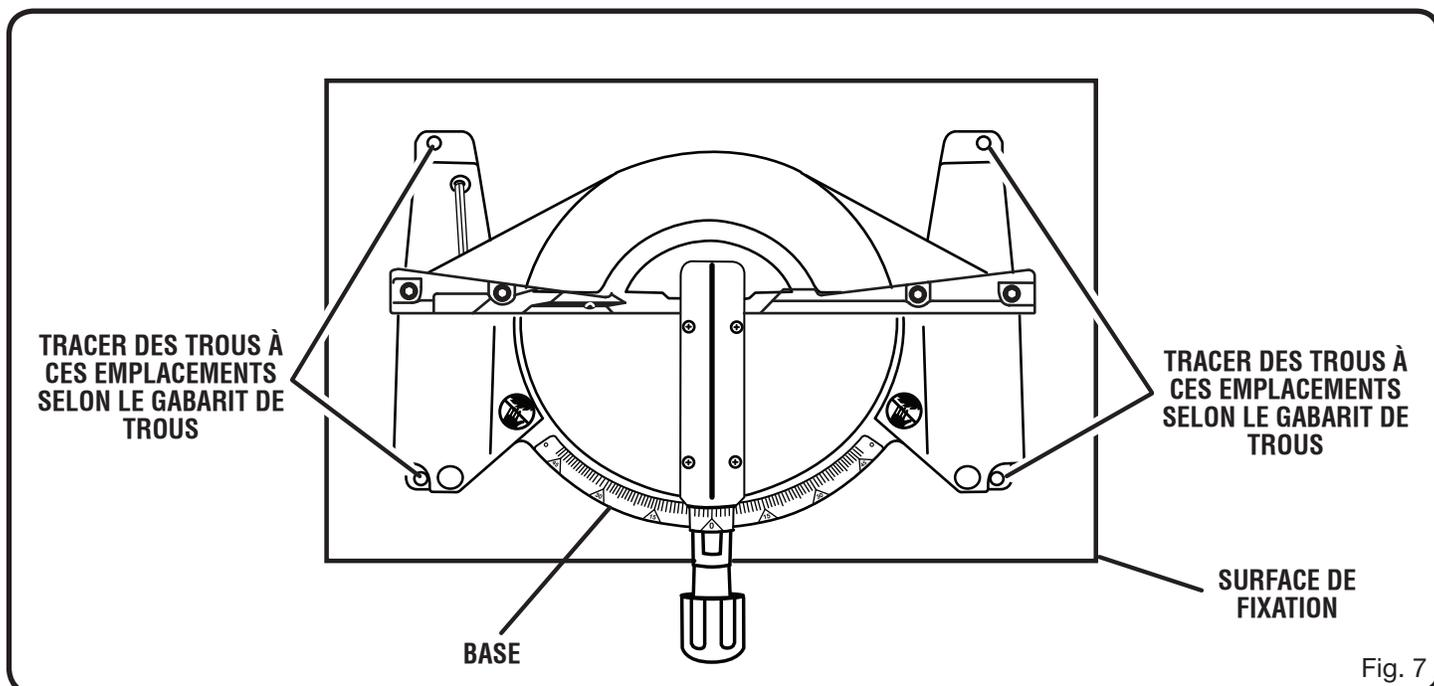

Fig. 7
*Voir la figure 7.*
La figure 7 illustre la configuration des trous pour l'installation sur un établi. Une fois la scie installée, vérifier soigneusement l'établi pour s'assurer qu'aucun mouvement ne peut se produire pendant l'utilisation. Si l'établi bascule, glisse ou se déplace, l'assujettir sur le sol avant d'utiliser la scie.